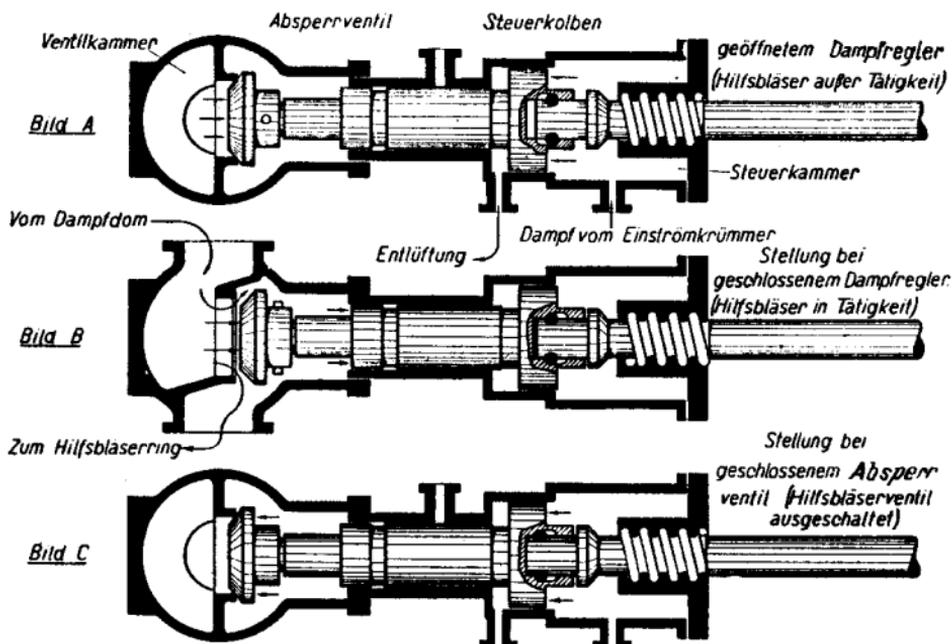

Bild 68 A—C. Stellung des Hilfsbläserventils
Seine Wirkungsweise ist folgende (Bild 68 A—C):
1. Beim Fahren mit Dampf (Dampfregler geöffnet). Auf der Vorderseite des Steuerkolbens lastet der Dampf vom Einströmkrümmer. Dieser Dampfdruck bringt den Steuerkolben in die gezeichnete Stellung (Bild 68 A), wodurch das Absperrventil geschlossen und damit der Dampfzutritt zum Hilfsbläser abgesperrt wird.
2. Bei Leerfahrt (Bild 68 B) (Dampfreger geschlossen). Der Dampf aus der Ventilkammer drückt das Absperrventil und den Steuerkolben nach rechts in seine Endlage. Es gelangt jetzt Kesseldampf durch das geöffnete Absperrventil zum Hilfsbläser.
3. Absperrventil geschlossen (Bild 68 C). In dieser Stellung wird das Absperrventil durch die Ventilabspererspindel zgedrückt und das Hilfsbläserventil ist ausgeschaltet. Die ganze Bedienung des Hilfsbläserventils beschränkt sich darauf, die Absperrerspindel, die den Hub des Absperrventils einstellt, bei Ausfahrt aus dem Schuppen mittels des Handrads auf die Marke „Selbsttätig“ und nach dem Abstellen der Lokomotive im Schuppen auf die Marke „geschlossen“ zu stellen.